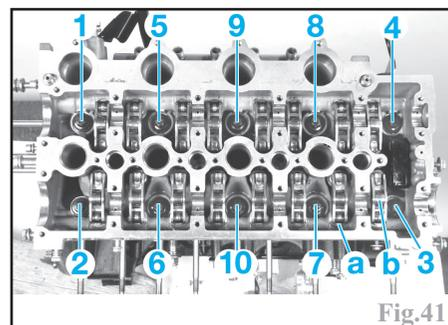

Fig.41
- tous les linguets (b) avec leur poussoir hydraulique (a) en repérant leur position (Fig.41).